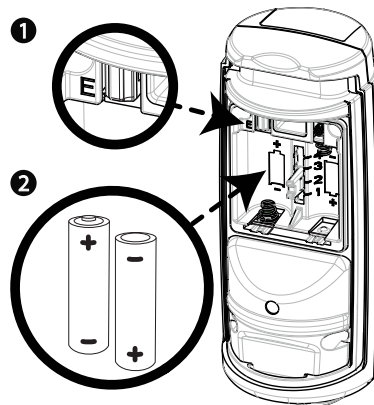

Figura 16: Tirare la linguetta della batteria
4. Opzionale: per attivare le batterie di un nuovo dispositivo, tirare la linguetta della batteria tenendo in posizione le batterie con il pollice. Vedere la Figura 16.